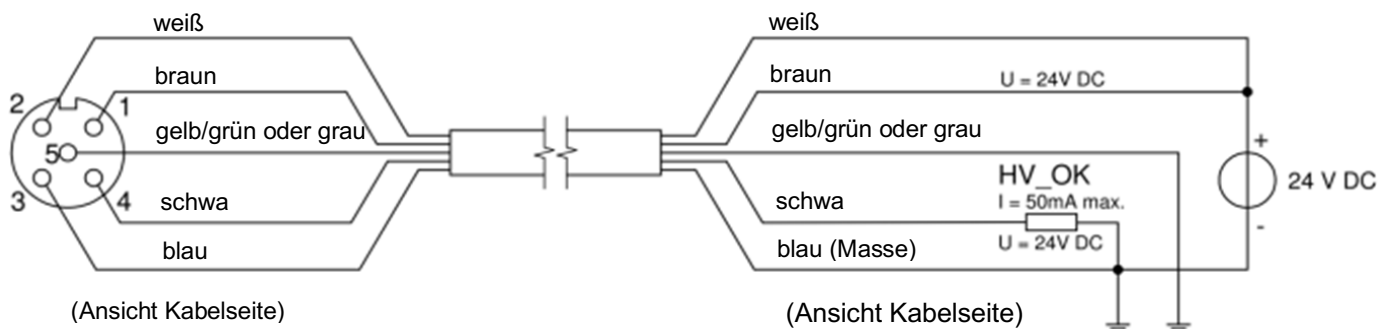

Abbildung 5: Belegung Stromkabel Cleanflex Easy
- Verdrahten Sie das Kabel gemäß Abbildung 5 und Tabelle 2